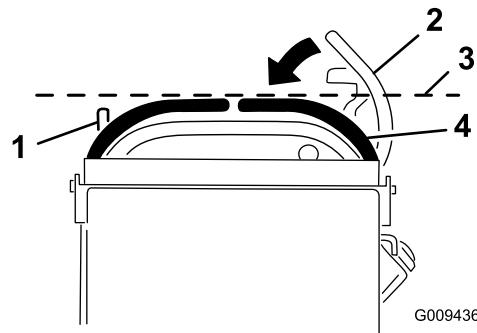

Figure 77
3. Abaissez le levier de commande de déplacement droit hors de la position de verrouillage au point mort (Figure 77).
4. Vérifiez si le levier de commande de déplacement droit s'aligne horizontalement sur le levier de commande de déplacement gauche (Figure 77).